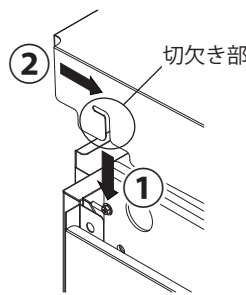

図6
2. 仮締めした取付ねじに、遮光板屋根の切欠き部を図6の①、②の順にはめ込んでください。(図6)